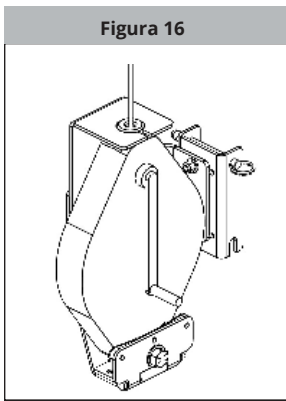

Figura 16
4. Doble la solapa inferior hacia arriba, inserte el perno con la arandela asegurándose de que pasa a través de la solapa del soporte y del área de la manija de la SRL-R, como se muestra en la Figura 16. Apriete el perno con un casquillo o llave de 15"/16" a 50 pies-libras.